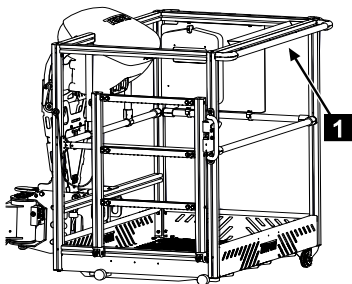

Fig. 152
2. 2e personne : Soutenir la nacelle par le bas (Fig.152/1).